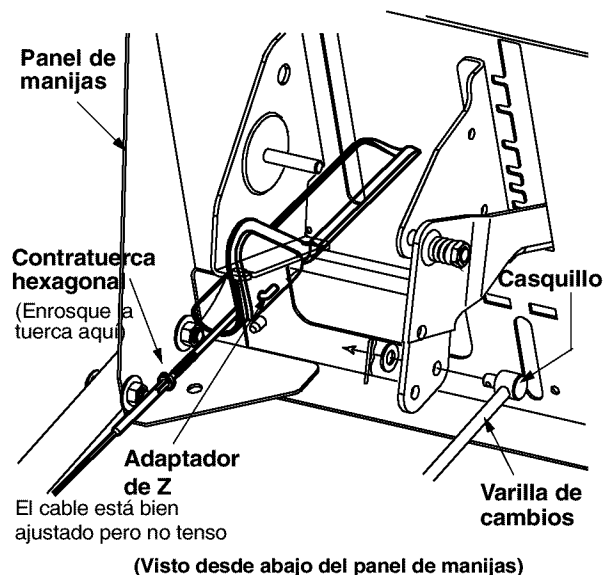

Figura 19
- Con el embrague de tracción enganchado, la rueda de fricción debe tocar la plancha del propulsor (ilustrado en la Figura 19).
Si fuera necesario ajustar, afloje la contratuerca del cable del propulsor de tracción y enrolle el cable hacia adentro o afuera según sea necesario. Vea la Figura 19. Ajuste la contratuerca para asegurar el cable cuando se alcance el ajuste correcto.
- Extraiga el broche del cabello y la arandela plana del casquillo debajo del panel de cambios. Extraiga el casquillo del orificio de la palanca de cambios. Vea la Figura 19.
- Coloque la palanca de cambios del panel del mango en la sexta (6) posición (todo hacia adelante).
- Enrosque el casquillo hacia arriba o hacia abajo de la vara de cambios según sea necesario hasta que el casquillo se alinee con el orificio superior de la palanca de cambios. Vea la Figura 19.